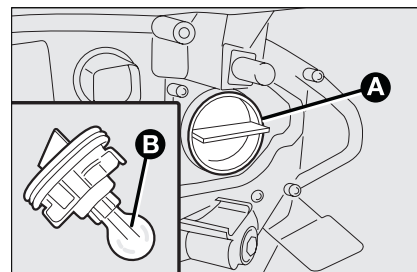

Рис. 23
- ☐ извлеките лампу **B, рис. 23**, и замените ее;